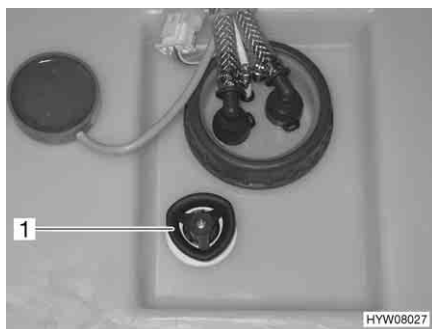

Fig. 164 Serbatoio dell'acqua con maniglia girevole
- Sul serbatoio dell'acqua, ruotare la maniglia girevole (Fig. 164,1) in senso orario fino all'arresto.
- Sul serbatoio dell'acqua, ruotare la maniglia girevole (Fig. 164,1) in senso antiorario fino all'arresto. L'acqua fuoriesce fino a 20 litri.